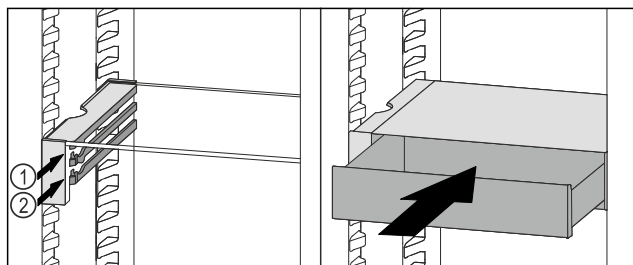

Fig. 158
- ▶ 将 VarioSafe 抽屉放置在所需肋梁 Fig. 158 (1) 或 Fig. 158 (2) 上的止动器后面。